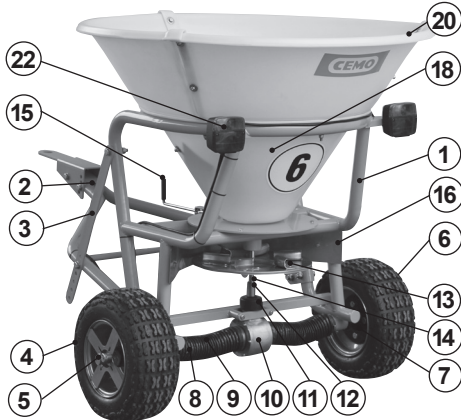

Figure 5.1.1: Épandeur SW 200
3. Fixez le câble des feux arrière avec des serre-câbles (voir figure 5.1.1).